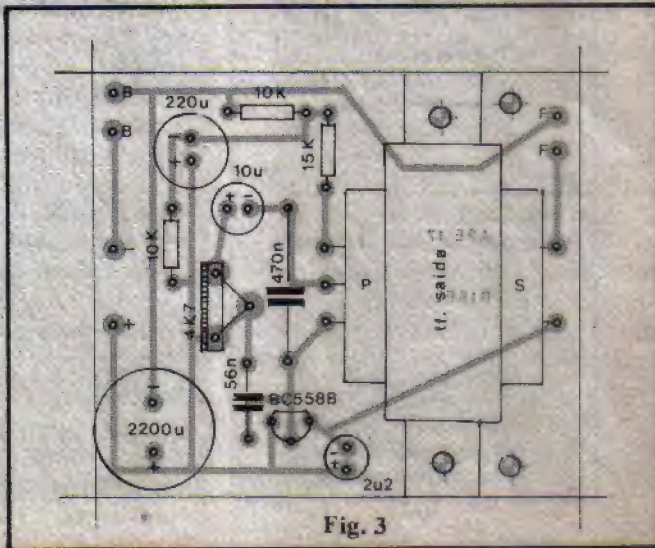

Fig. 3
A colocação e posicionamento dos componentes sobre a face não cobreada da placa estão claramente mostrados na fig. 3, que traz o "chapeado" da montagem. Observar com atenção a posição do transistor (referenciada pelo lado "chato" do componente), as polaridades dos capacitores eletrolíticos (normalmente marcadas no corpo do componente, ou codificada através do **comprimento** dos seus terminais - ver TABELÃO) e as posições relativas do primário (P) e secundário (S) do transformador (o primário apresenta 3 fios, e o secundário apenas 2...).